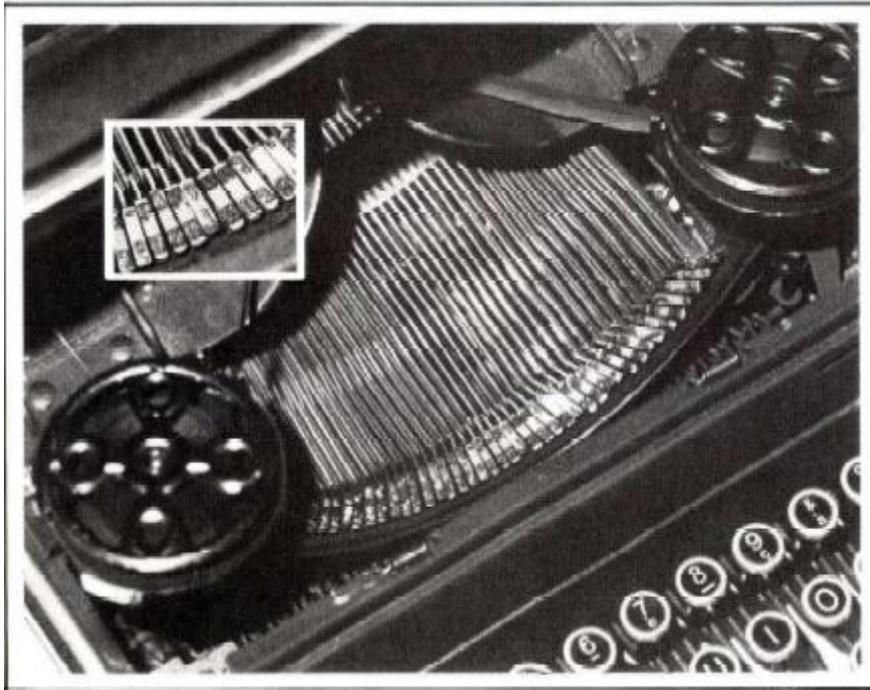

Figure 19: Le "demi-cirque" des marteaux supportant les caractères dans les premières machines à écrire
- **Le marteau** (figure 19) : Les premières imprimantes utilisaient le principe des machines à écrire dans lequel l'ensemble des caractères (le jeu) était supporté par des marteaux, disposés en « demi-cirque », afin de frapper le papier au même endroit. Bien entendu, cette méthode d'impression était très lente (quelques caractères par seconde –CPS).